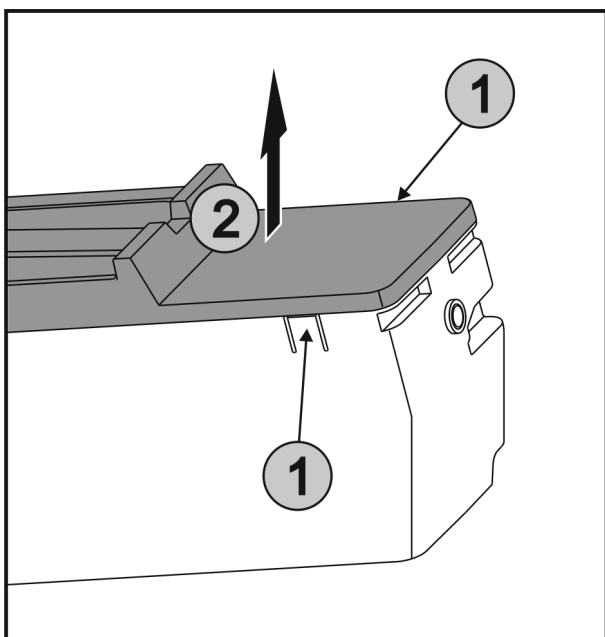

Fig. 49
- ▶ Stlačte západky Fig. 49 (1) na obou stranách EasyTwist-Ice současně a sejměte kryt Fig. 49 (2) směrem nahoru.